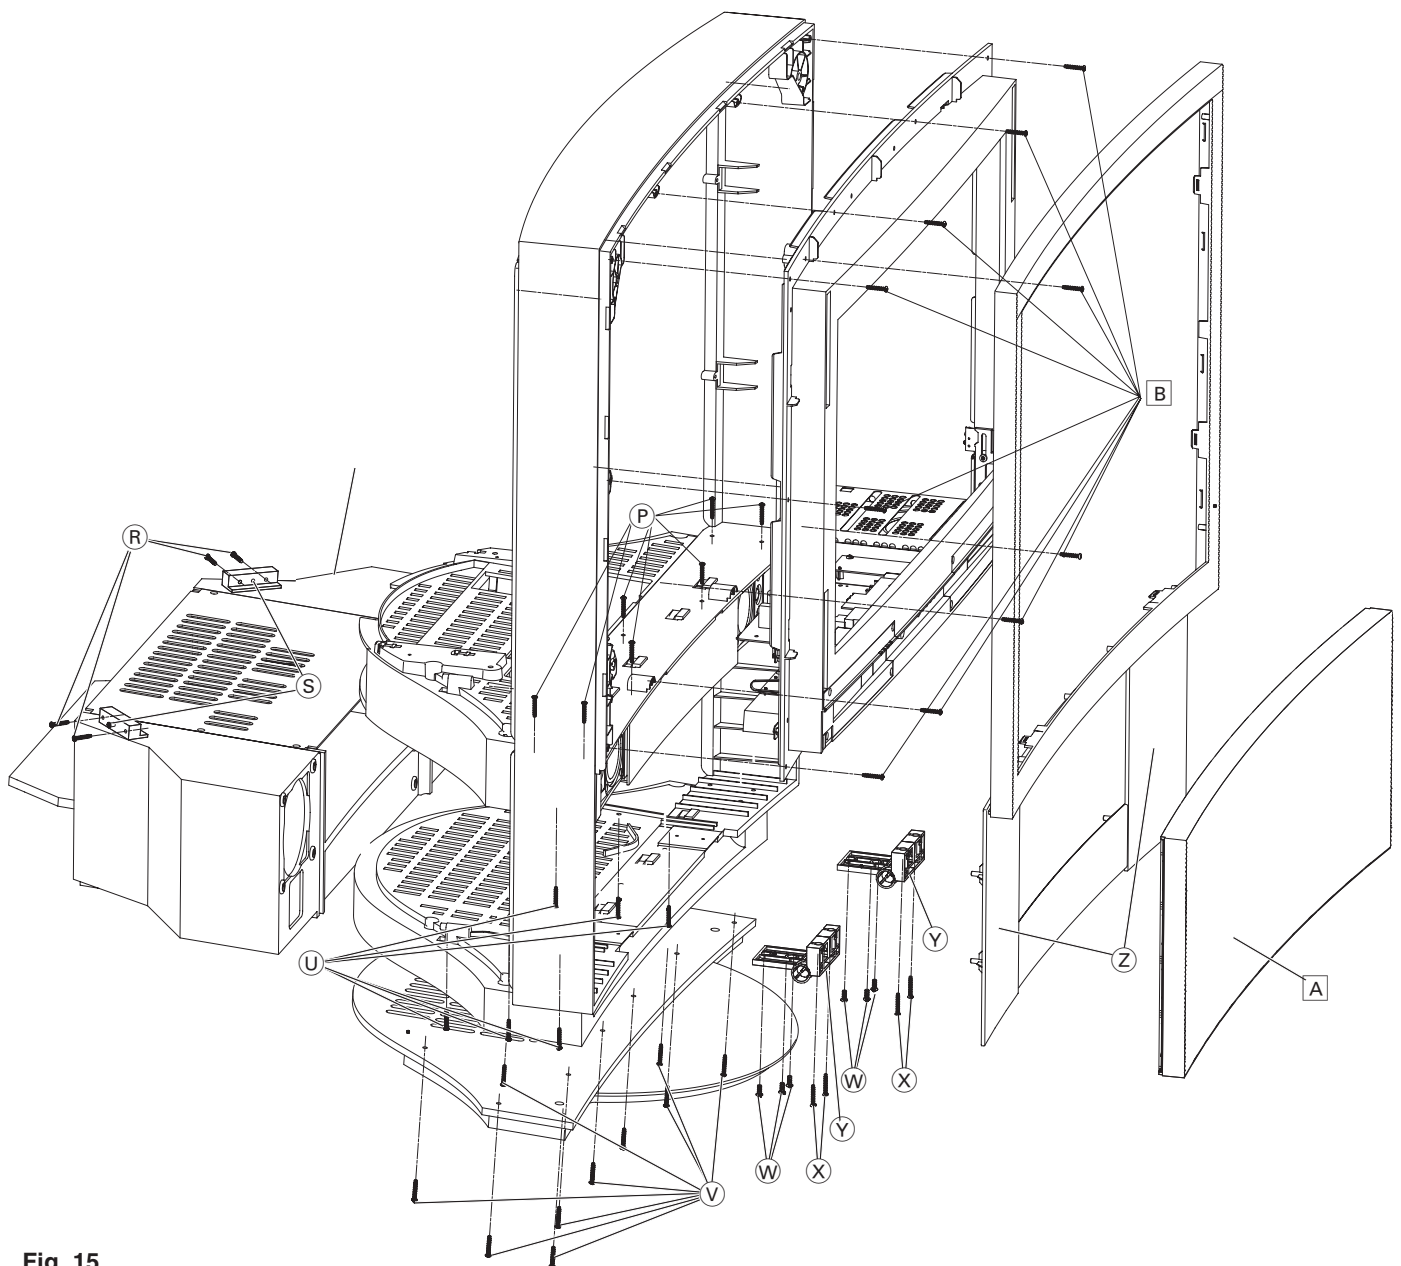

Fig. 15
- 10 Schrauben **V** entfernen und die Bodenplatte abnehmen (Fig. 15).
- 6 Schrauben **U**, 4 Schrauben **R** (2 Justageschrauben **S** sind für die Neigungseinstellung) herauserschrauben und Unterbau **T** mit den Lautsprechern nach hinten herausziehen (Fig. 15).
- Hinweis:** Beim Standgerät muß zusätzlich Unterbau **T** (Fig. 15) mit den Lautsprechern (Pkt. 8) ausgebaut werden.
- Undo 10 screws **V** and remove the bottom plate (Fig. 15).
- Undo 6 screws **U**, undo 4 screws **R** (2 adjustment screws **S** for setting the tilt) and pull the base **T** with the loudspeakers towards the back (Fig. 15).
- Note:** The stand version requires additionally to remove the base **T** (Fig. 15) together with the loudspeakers (point 8).
- Lautsprecherblende ② nach vorne abziehen (Fig. 15).
- 10 Schrauben ⑤ entfernen und die Bodenplatte abnehmen (Fig. 15).
- 4 Schrauben ⑧ herausschrauben, Geräteklappe ① leicht öffnen und diese abziehen (Fig. 15).
Hinweis: Die 2 Schrauben ⑥ (Fig. 15) sind Justageschrauben zum Ausrichten der Geräteklappe.
- 6 Schrauben ⑩ herausschrauben und Scharniere (Fig. 15) aus der Front ziehen.
- Pull off the loudspeaker mask ② towards the front (Fig. 15).
- Undo 10 screws ⑤ and remove the bottom plate (Fig. 15).
- Undo 4 screws ⑧, open the flap ① slightly and pull it off (Fig. 15).
- Note: The 2 screws ⑥ (Fig. 15) are used for adjusting the position of the flap.
- Undo 6 screws ⑩ and pull the hinges out from the front (Fig. 15).
- 4 Schrauben **G** (Fig. 15) herauserschrauben und Mechanik aus der Blende nehmen. Hinweis für den Einbau: Linkes und rechtes Zahnrad auf gleicher Position in die Zahnstangenführung **H** einbauen.
- Undo 10 screws **B** (Fig. 15), remove the frame and disconnect the switch and earthing cables.
- Undo the 4 screws **G** (Fig. 15) and remove the gear drive from the frame. Note on reassembling: Fit the left and right gearwheel to the same position on the toothed rack **H**.